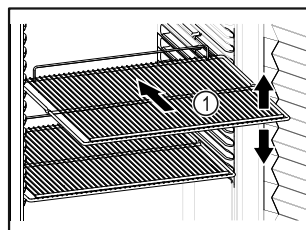

Fig. 60 Esimerkkikuva
- Sovita siirrettävät raitilatasot Fig. 60 (1) korkeuden mukaan.